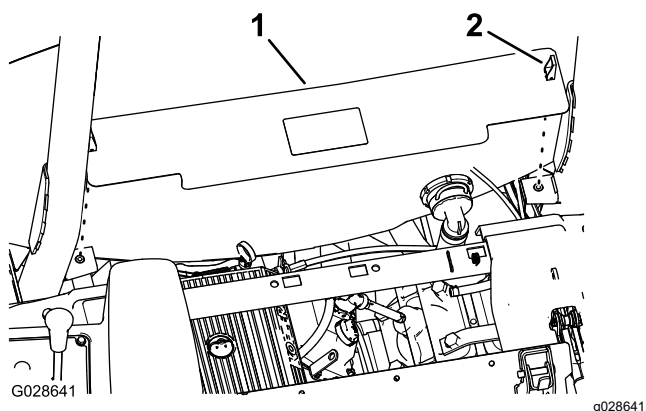

Figura 13
2. Solte os dois trincos que fixam o resguardo atrás do banco ao chassi e retire o resguardo da máquina (Figura 13).